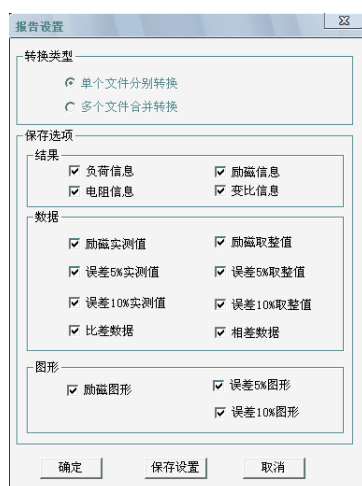

图 3.6 多个文件合并转换报告设置界面
2. 再点击**生成报告**，弹出**报告设置**对话框，如图 3.6。